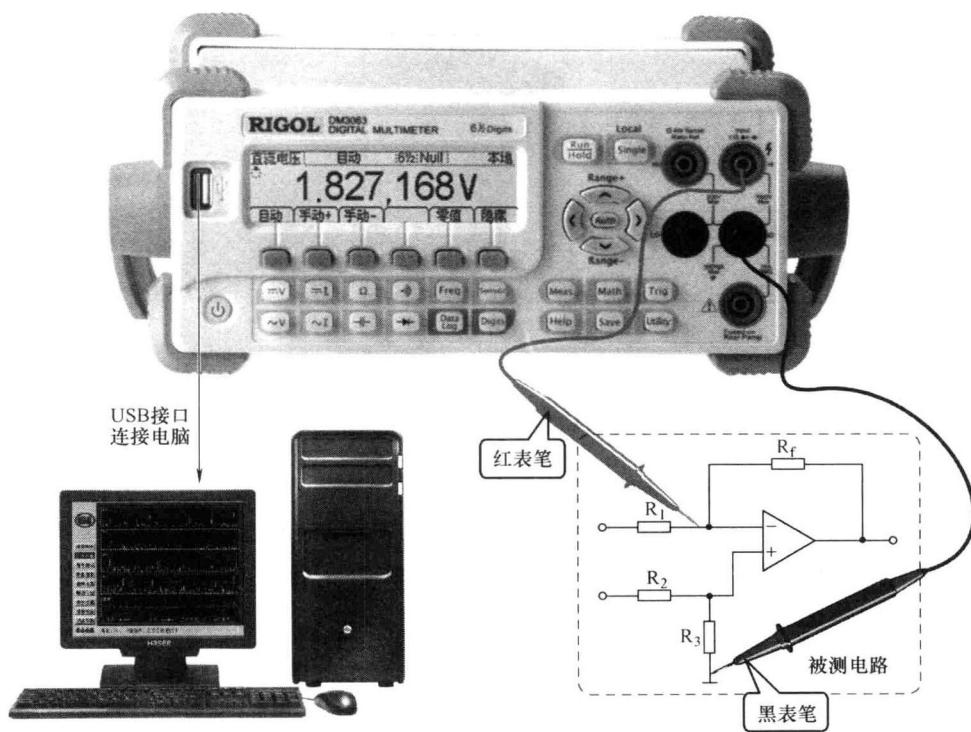

图 1-13 台式数字式万用表
③ 台式数字式万用表。图 1-13 所示为台式数字式万用表，这类万用表是比较专业的万用表。这种万用表检测准确度比较高，而且具有文字显示功能及菜单显示功能，并可通过数字插口与电脑相连，所测得的数据由电脑进行分析处理。